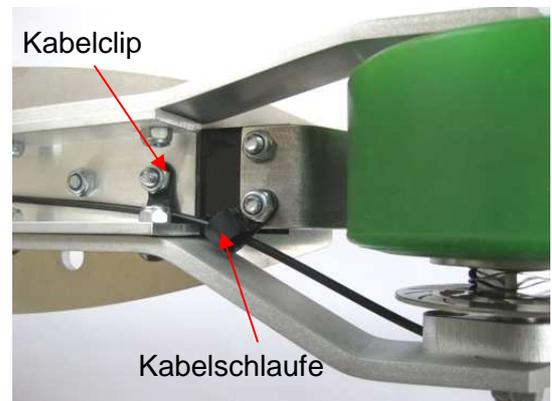

Abb. 2
- Kabel in die Kabelschlaufe einhängen, diese auf rechte Bremspedalschraube aufstecken und Mutter festziehen (Position der Kabelschlaufe Richtung Brems Scheibe, siehe Abb. 2).
- Trittbrett montieren. Zuerst den ersten Kabelhänger auf hintere Trittbrettschraube stecken, Kabel unter dem Trittbrethänger positionieren und Mutter festschrauben (Position siehe Abb. 2).